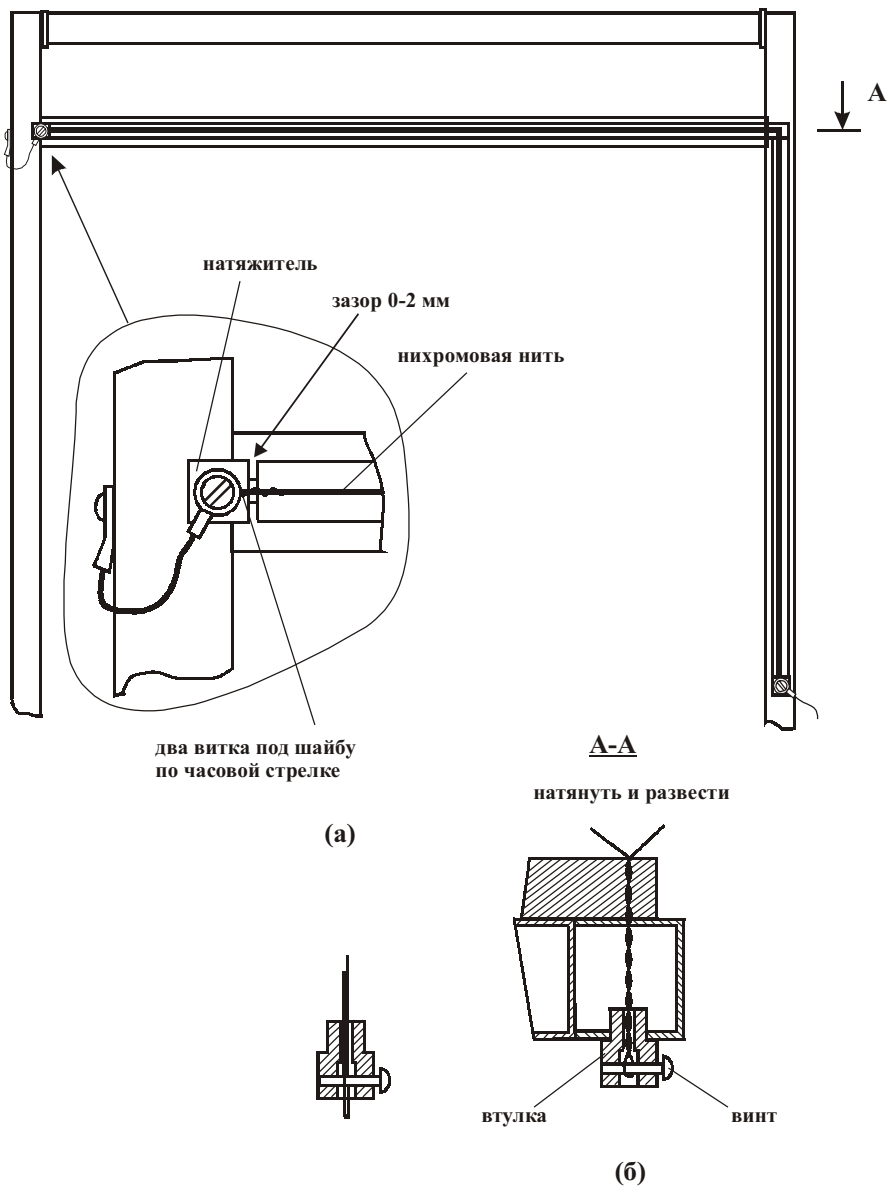

Рис. 3. Схема установки импульсного ножа.
6. В случае обрыва нихромовой нити или прогара тефлонового покрытия термоножа, вследствие нарушения правил эксплуатации или работы аппарата в режиме интенсивной эксплуатации, замену вышедших из строя элементов осуществляет покупатель. Замена нихромовой нити осуществляется в следующем порядке (см. рис. 3):
6.5. Создать скрутку (5–6 витков) нихромовой проволоки на участке вблизи от втулки. Продеть концы нихромовой проволоки в отверстие текстолитовой полурамы и с небольшим натягом развести их в стороны, как показано на рис.3.б.
6.6. Привести натяжитель в крайнее (правое по рис.3.а) положение, и удерживая его намотать под шайбу (желательно по часовой стрелке) с натягом 2 витка нихромовой проволоки,